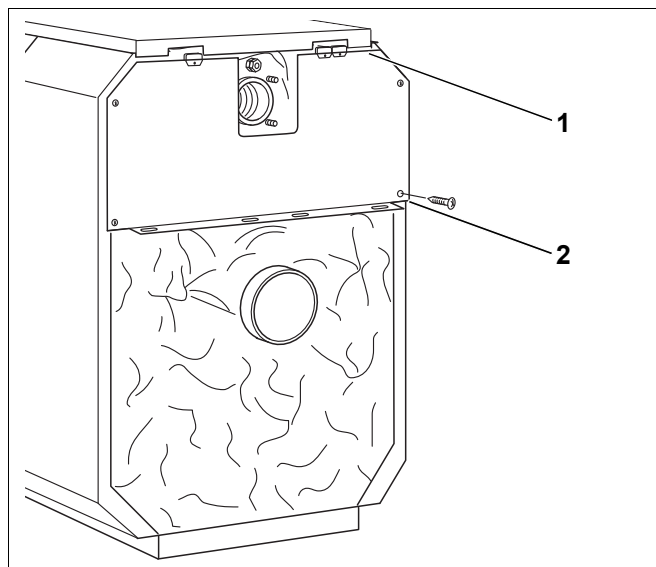

Рис. 55 Установка верхней задней стенки котла
- ▶ Задвиньте верхнюю заднюю стенку котла под заднюю крышку (рис. 55, [1]) и закрепите сзади четырьмя саморезами к боковым стенкам (рис. 55, [2]).